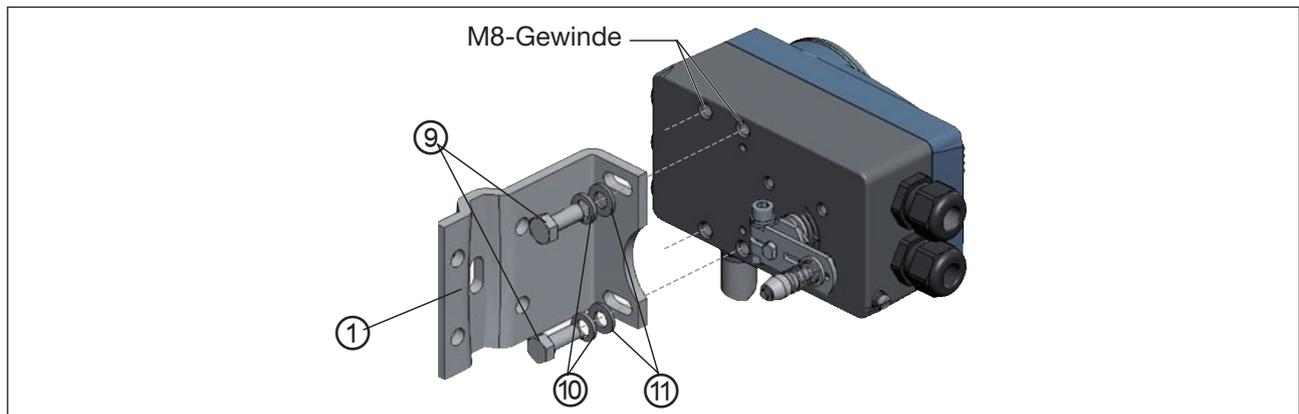

Bild 24: Anbauwinkel befestigen
→ Anbauwinkel (1) mit Sechskantschrauben (9), Federring (10) und Scheiben (11) auf der Rückseite des Positioners befestigen (siehe „Bild 24“).